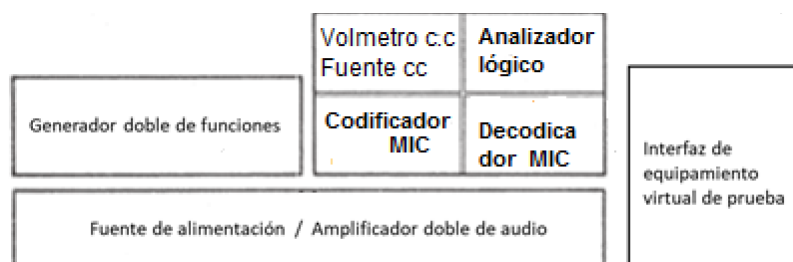

Figura 5.1 Organización de módulos
1. Instalar los módulos como se muestra en la figura 5.1